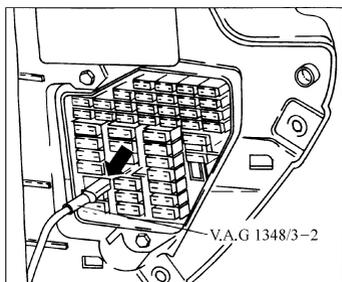

图 1-12 连接遥控器
3) 如图 1-12 箭头所示, 用接线 V.A.G1348/3-2 将遥控器 V.A.G1348/3A 接到熔丝 S228 插座的右侧接线柱上。
3) 如图 1-12 箭头所示, 用接线 V.A.G1348/3-2 将遥控器 V.A.G1348/3A 接到熔丝 S228 的插座的右侧接线柱上。